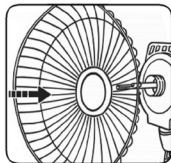

рис. 5
- Совместите направляющие на моторном блоке с соответствующими отверстиями на решетке (8) и установите заднюю решётку (8) на моторный блок, зафиксируйте её гайкой (7), поворачивая её по резьбе по направлению часовой стрелке (рис. 5, 6).